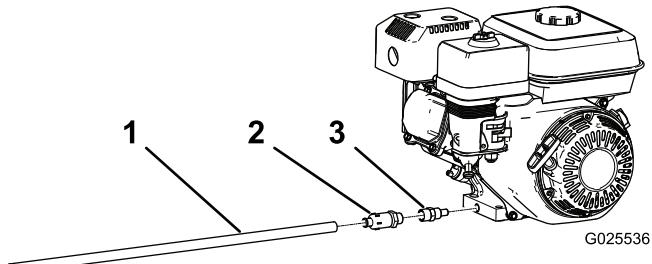

Figura 2
5. Installate l'adattatore di spуро dell'olio nel relativo foro (Figura 2).
6. Installate la valvola di spurgo dell'olio nel relativo adattatore (Figura 2).